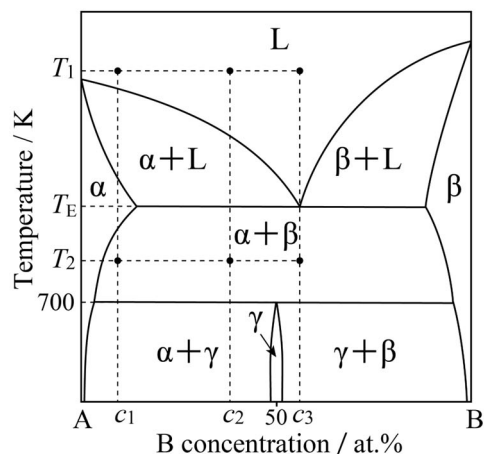
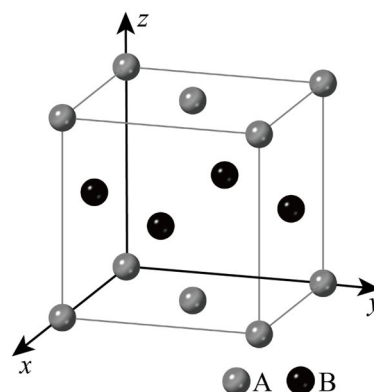

図 1
図 2
図1は仮想的な元素Aと元素Bの二元系状態図である。L相は液相， α 相， β 相はそれぞれ，体心立方格子構造（格子定数 $a = 0.281 \text{ nm}$ ），面心立方格子構造（格子定数 $a = 0.359 \text{ nm}$ ）を有する固相である。また， γ 相は面心立方格子構造が規則化した図2に示すL1₀型規則構造を有し，その格子定数は β 相と同一であるとする。
(1) 以下の(a), (b), (c)3つの相の結晶構造因子を f_A と f_B を用いて表せ。また、結晶構造因子の取りうる値をすべて書き出し、それぞれに対応する h, k, l の条件を答えよ。ただし、 γ 相の単位胞と座標は図2に示すように定義し、各原子サイトはそれぞれ原子Aまたは原子Bに占有率1で占有されていると考えてよい。